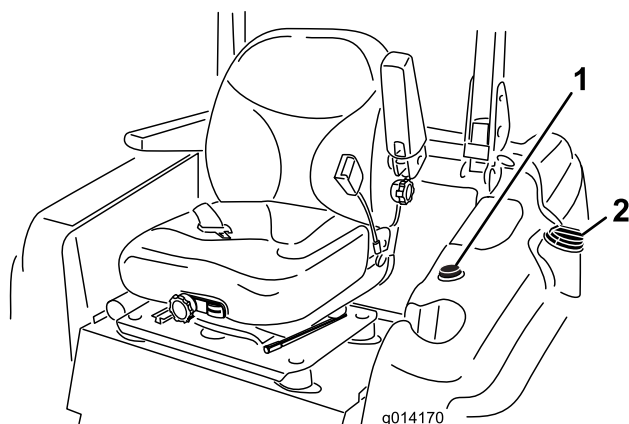

Figura 11
3. Limpie la zona alrededor del tapón del depósito de combustible y retire el tapón (Figura 11).